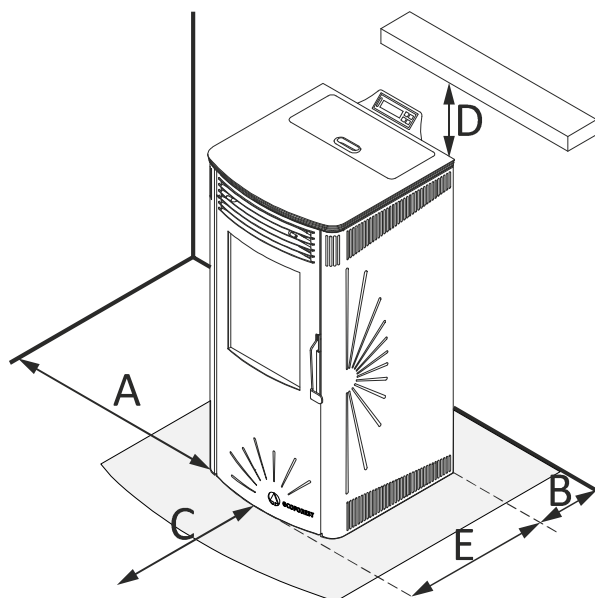

Figura 3
- 4.21.** Compruebe los espacios entre la estufa, el combustible y cualquier tipo de material inflamable, ver *figura 3*.